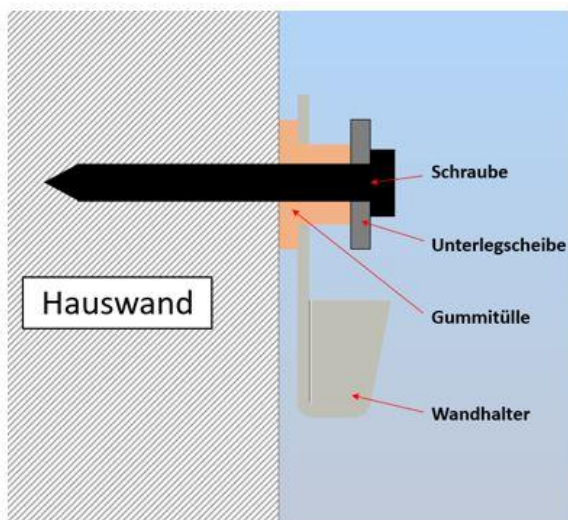

Bild 1
- Dicke Seite der Gummitülle Richtung Hauswand (siehe Abbildung 7: Wandmontage Bild 1)
4. Wandhalterung mit den Gummitüllen mittels Schrauben und Unterlegscheiben sicher befestigen (siehe Abbildung 7: Wandmontage Bild 1)